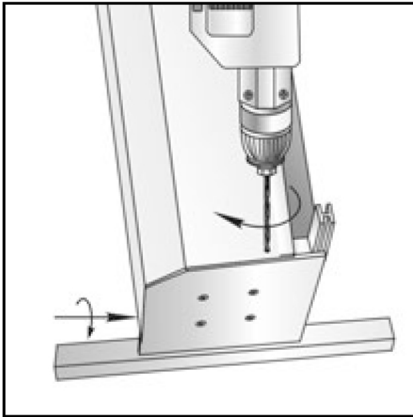

рис. 7
- 2.6. Разметить и сверлить совместно отверстия  $D=4,2$  мм в передних отбортовках крышек боковых и крышке короба (по два отверстия с каждой стороны короба) для последующей установки заклепок (рис.7).